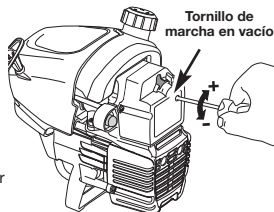

Fig. 40
La velocidad lenta del motor puede ser ajustada por la cubierta del silenciador / filtro de aire (Fig. 40).
2. Suelte el gatillo del regulador y deje que el motor funcione en marcha lenta. Si el motor se para, inserte un pequeño destornillador Phillips en el orificio de la cubierta del silenciador / filtro de aire (Fig. 40). Gire el tornillo de marcha lenta en sentido horario, de a 1/8 de vuelta por vez (según sea necesario) hasta que el motor funcione en mínima.